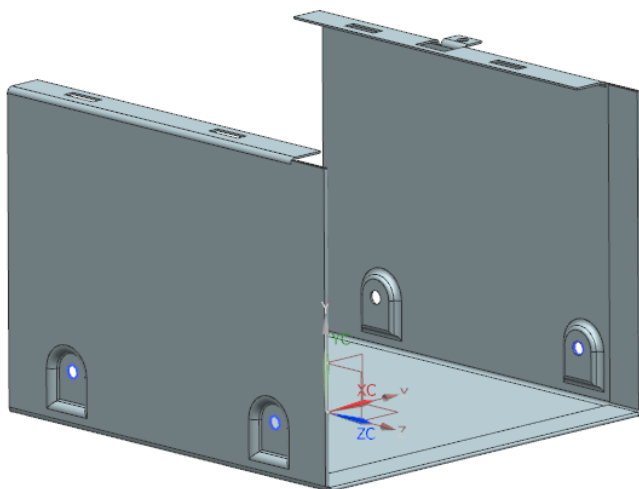

图 7-127 创建镜像特征后的钣金件
(2) 选择阵列前的凹坑和法向除料特征和阵列后的特征。
(3) 选择“新平面”选项，在下拉列表中选择 YOZ 平面为镜像平面。
(4) 单击按钮，创建镜像特征后的钣金件，如图 7-127 所示。